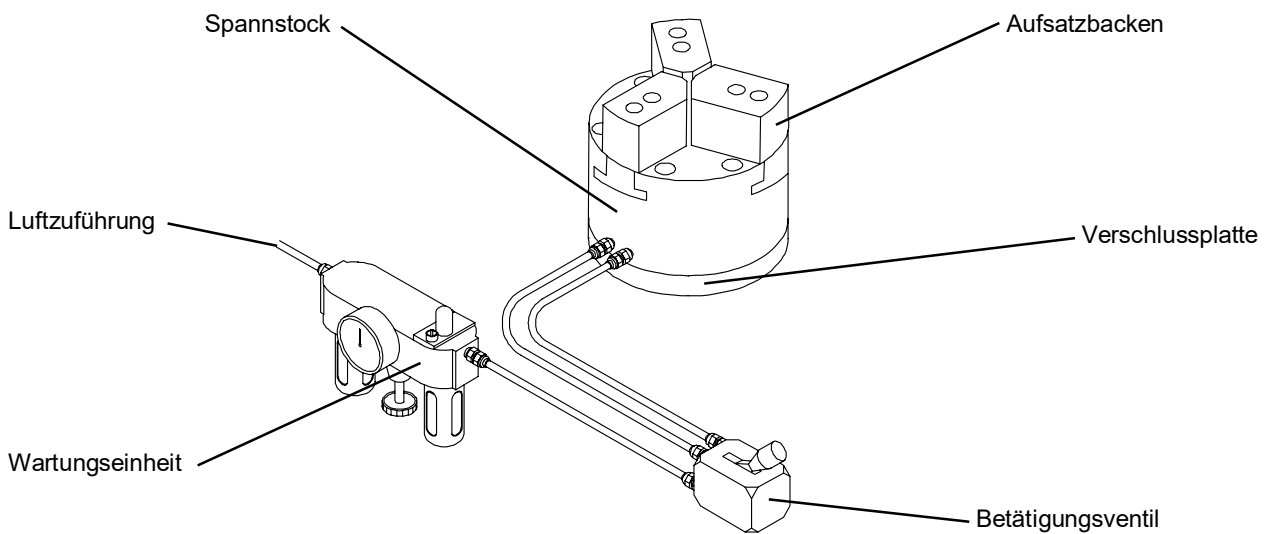

Abbildung 1.3
4. Schließen Sie anschließend ein Ventil, die Luftschläuche und die Wartungseinheit gemäß der Abbildung 1.3 sorgfältig an. Der Einsatz einer Wartungseinheit, bestehend aus Öler, Filter und Druckminderer ist unbedingt vorgeschrieben, da der Spannstock ansonsten schweren Schaden nehmen kann. Der Spannstock sollte nun mit geringem Luftdruck arbeiten.